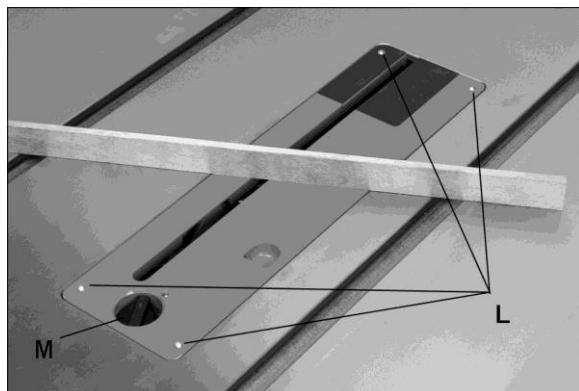

Рис. 6-14
- Снимите вкладыш стола, повернув фиксатор (M, рис. 6-14), и поднимите вкладыш пальцем через отверстие.
См. рис. 6-14